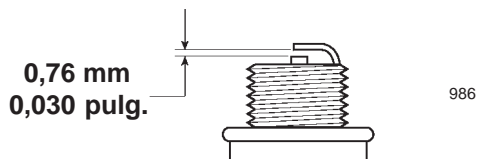

Figura 32
4. Fije la distancia entre los electrodos de la nueva bujía tal como se indica en la Figura 32.